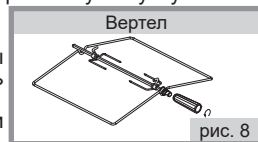

рис. 8
■ Плиты комплектуются вертелом со съёмной рукояткой (рис.8). При установке и извлечении вертела необходимо использовать рукоятку, которая накручивается на резьбовую втулку.